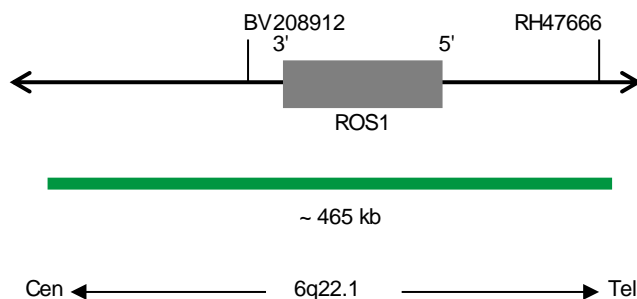

Fig. 1: Mappa della sonda SPEC ROS1 (non in scala)
- Polinucleotidi (~10 ng/ μ l) marcati con fluorocromo ZyGreen (eccitazione 503 nm/emissione 528), le cui sequenze target mappano in 6q22.1* (chr6:117,431,278-117,894,830) in cui è localizzato il gene ROS1 (vedere Fig. 1).